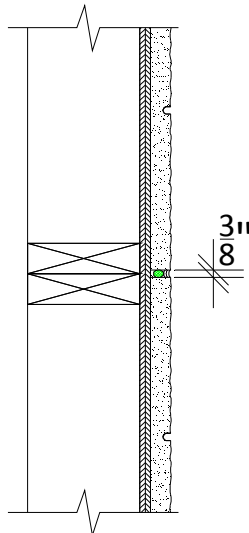

Fig. 7 - Separación de juntas de paneles horizontales
5. Una vez terminado el primer nivel de instalación del panel, continúe con el segundo nivel. La instalación será igual que en el primer nivel. Se debe tener cuidado a medida que aumenta la altura de instalación, ya que los paneles son muy pesados. Si es necesario, se puede utilizar un equipamiento auxiliar para ayudar durante la instalación. Es responsabilidad del instalador determinar el uso adecuado y las conexiones de los paneles a dicho equipamiento. (Fullerton puede sugerir tipos y usos de equipos si se solicita) Asegúrese de dejar espacio para juntas horizontales a menos que se indique lo contrario. Vea fig. 7